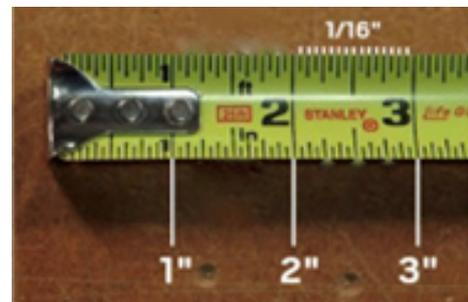

Abbildung 1: Zollstab mit 1/16"Skalierung
4) Tatsächlich werden Zollstäbe oftmals noch weiter skaliert. Dabei wird ein Zoll nochmals in 16 Teilstücke gegliedert wie in Abbildung 1 zu sehen ist. Die kleinste Markierung entspricht dabei **1/16** ''. Wäre eine Messung mit einem solchen Zollstab **vertrauenswürdiger** als eine Messung, die mit einem Geodreieck durchgeführt wird? Begründet eure Antwort.